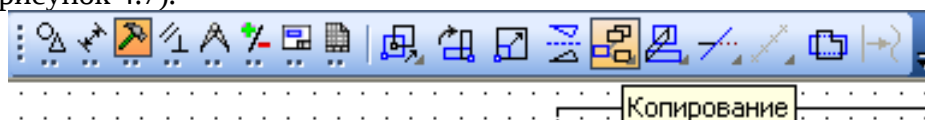

Рисунок 4.7 – Команда Копирование
3. Размножьте горизонтальные прямые с помощью команды *Редактирования* → *Копирование* (рисунок 4.7).